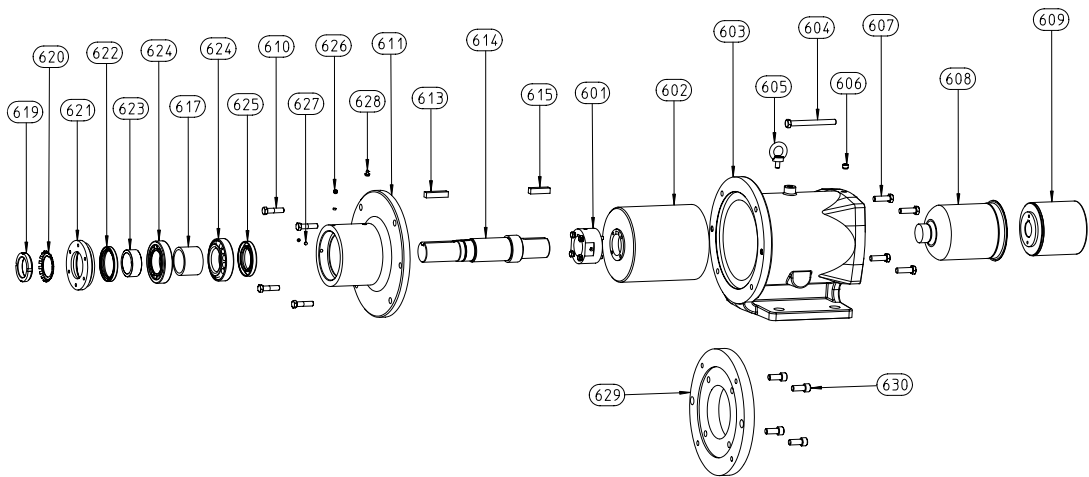
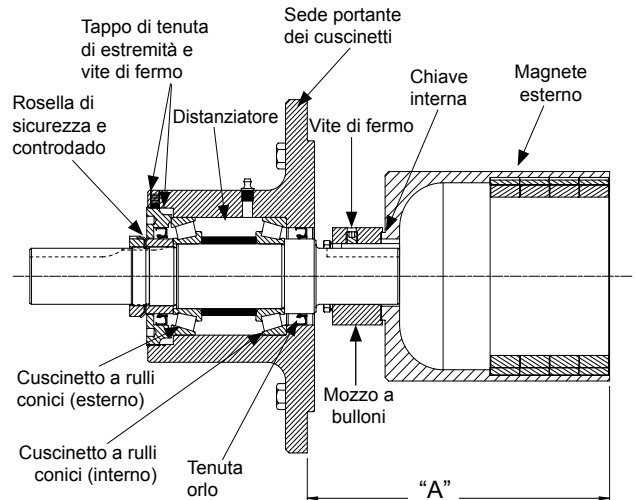

FIGURA 8
FIGURA 14
La sede del portante dei cuscinetti per l'accoppiamento MD2-C è caratterizzata da due cuscinetti a rulli conici tenuti fissi in posizione da un tappo filettato di estremità. L'unità si ingrassa all'esterno usando il punto di ingrassaggio apposito. Quando si richiede ulteriore smontaggio, vedere la figura 8 a pagina 6 e la figura 14, quindi procedere nel modo seguente:
4. Una tenuta d'orlo è spinta dentro il tappo di estremità e l'altra dentro la sede dei cuscinetti. Non rimuovere le tenute d'orlo a meno che non debbano essere sostituite. Se vengono rimosse, fare molta attenzione al loro orientamento, come mostrato nella figura 14, quando si installano quelle nuove.
Dipendendo dalle loro condizioni, sostituire i cuscinetti o rimontare quelli in uso dopo averli puliti e ingrassati con grasso per uso generale NLGI n. 2. Sostituire le tenute d'orlo se necessario. Per il loro orientamento, **vedere la figura 14**.